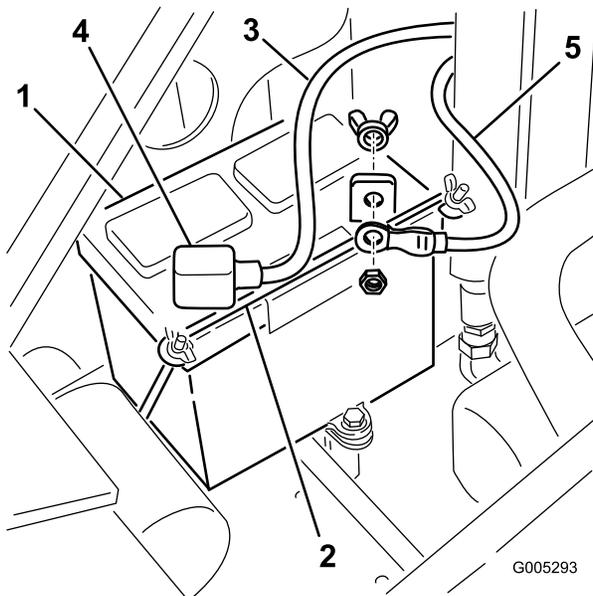

Рисунок 43
4. Снимите барашковые гайки и планку крепления аккумулятора (Рисунок 43).
5. Отсоедините отрицательный (черный) кабель от штыря аккумулятора (Рисунок 43). Сохраните крепежные детали.
7. Отсоедините положительный (красный) кабель от штыря аккумулятора (Рисунок 43). Сохраните крепежные детали.
1. Используя ранее снятые крепежные детали, подсоедините положительный (красный) кабель к положительному (+) штырю аккумулятора (Рисунок 43).
3. Используя ранее снятые крепежные детали, подсоедините отрицательный (черный) кабель к отрицательному (-) штырю аккумулятора (Рисунок 43).
4. Прикрепите аккумулятор, используя планку и барашковые гайки (Рисунок 43).